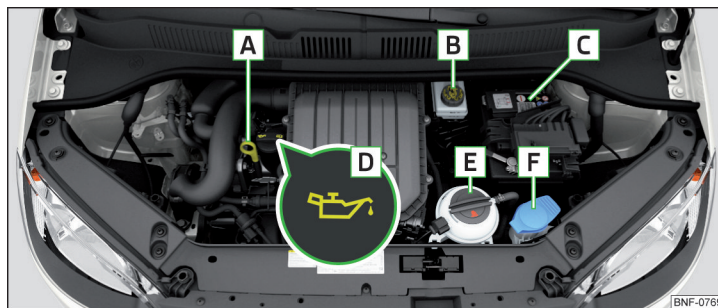

Fig. 107 Exemplu de amplasare în compartimentul motor
- > Deșurubați capacul orificiului de umplere cu ulei **D** » fig. 107 la pagina 100.